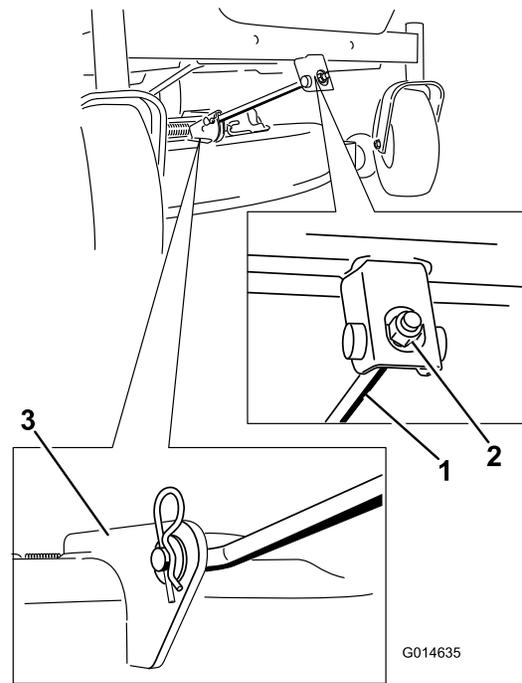

Figura 63
4. Retire la chaveta de la varilla de soporte delantera y retire la varilla del soporte de la carcasa (Figura 63).
8. Conecte la varilla de soporte delantera a la carcasa de corte con el pasador y la chaveta (Figura 63).